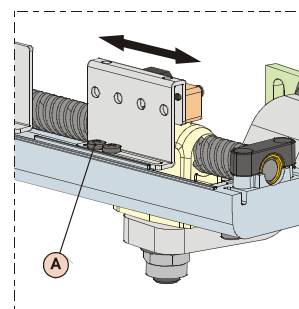

Рис. 24
3) Ослабьте фиксирующие винты концевой выключатель, который планируется отрегулировать, Рис.24 сноска А.